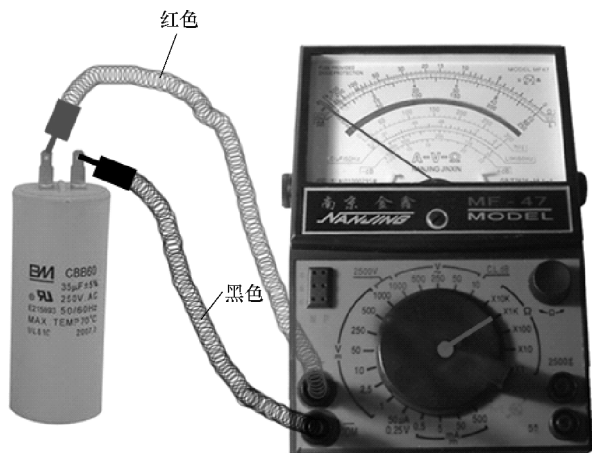

图 2-61 检测起动电容
2) 使用万用表检测起动电容的性能：使用万用表检测起动电容的方法如图 2-61 所示：将指针式万用表置于 $R \times 1k$ 挡，将两表笔相接调零。将两表笔不分正负分别与起动电容的两引出线相接，观察万用表指针摆动位置，主要有如下 4 种情况：
① 在接触时，若万用表指针不动，则说明该起动电容已开路，需要更换；
② 在接触时，若测得的阻值仅为几千欧，则说明该起动电容漏电，其使用时间不会很长久；
③ 在接触时，若万用表指针立即指向零位，在万用表内电池对其进行充电后，指针又指向无穷大，或刚开始接触时，测得起动电容的直流电阻为无穷大，则说明该起动电容性能良好；
④ 在接触时，若万用表指针指向零后不能回到无穷大，则说明该起动电容已短路，需要更换。